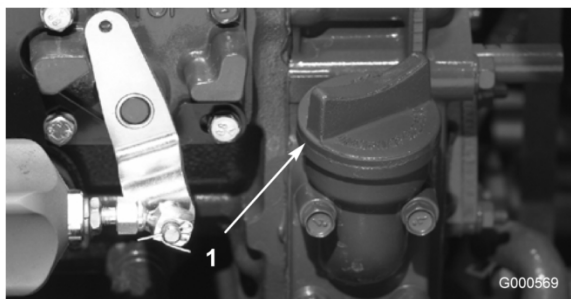

Figura 11
4. Si el nivel de aceite está por debajo de la marca FULL, retire el tapón de llenado (Figura 11) y añada aceite hasta que el nivel llegue a la marca FULL. **No llene demasiado.**